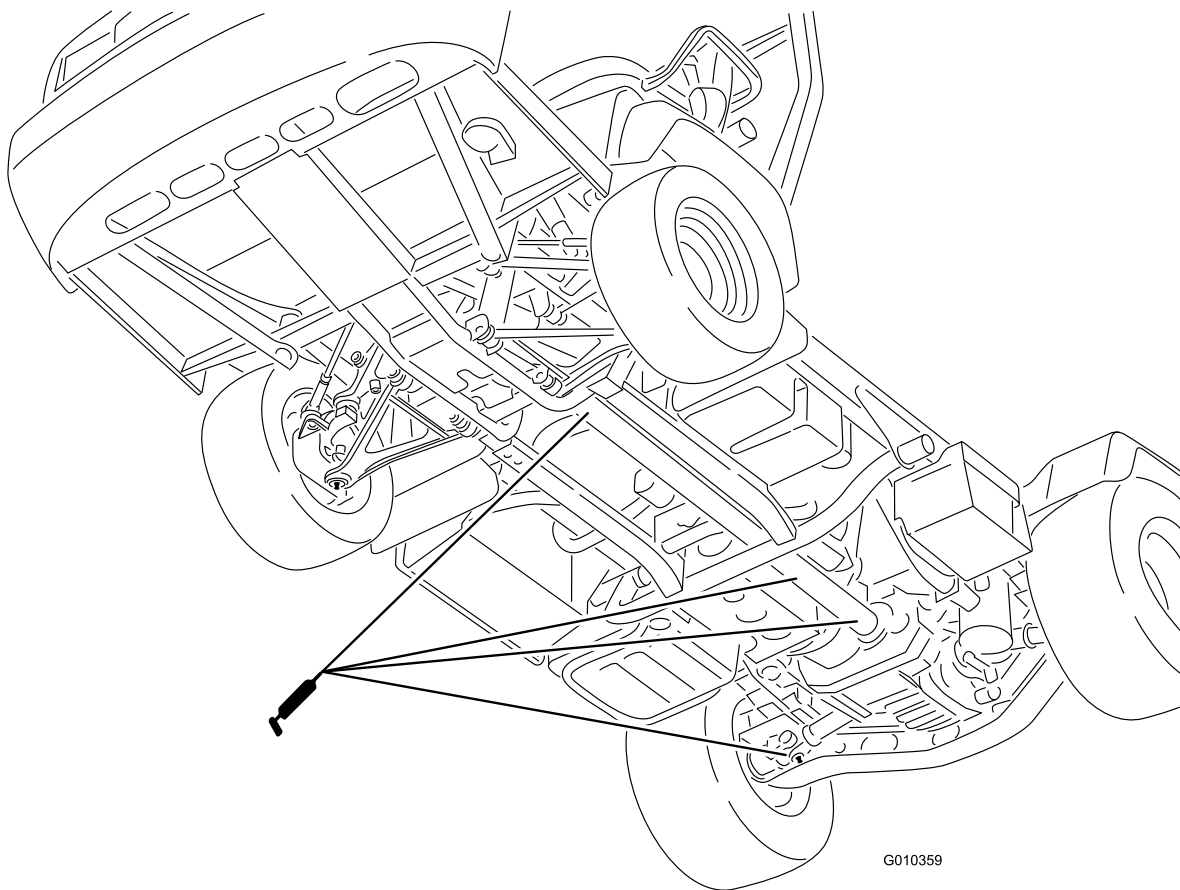

Figura 42
- Junta em U (18) e veio de tração às 4 rodas (3) (Figura 42)